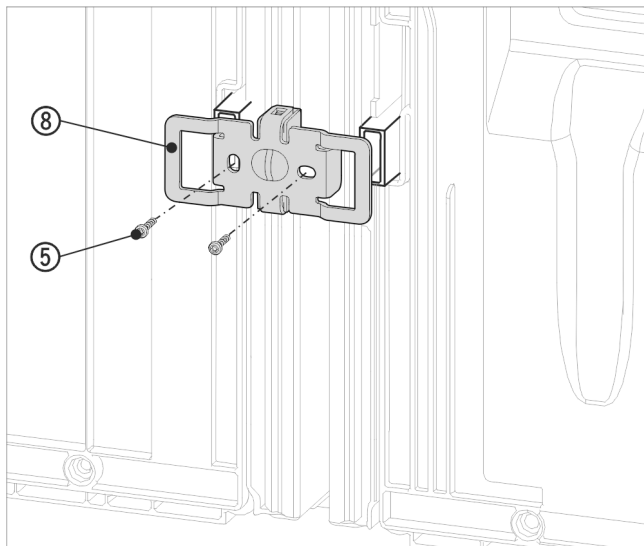

Fig. 19 Zobrazení příkladu
- ▶ Úhelník Fig. 19 (8) znovu zasuňte vybráním přes úchyt pro vymezořovací odstup od stěny.
- ▶ Přišroubujte pomocí 2 šroubů Fig. 19 (5).